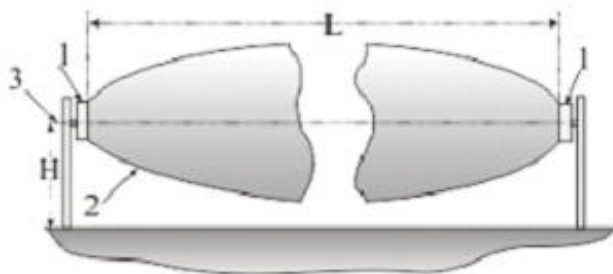

Рис. 4.1
4.1.6 При наклонной ориентации блоков, ЗО «2» (рис. 4.1) имеет форму, усеченного поверхностью земли, эллипсоида вращения. При приближении к БПРД (БПРМ) ЗО «отрывается» от земли и, при необходимости обнаружения низко движущегося («на коротких») нарушителя, необходимо прикрыть образовавшиеся «проходы» с помощью смежных ЗО, как показано на